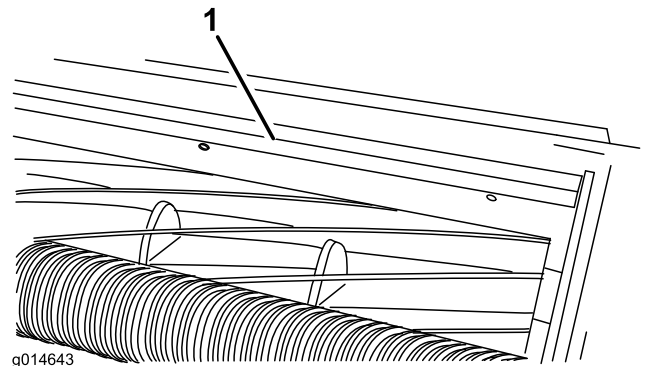

Рисунок 17
1. Ослабьте болты крепления верхней планки (Рисунок 17) к режущему блоку.